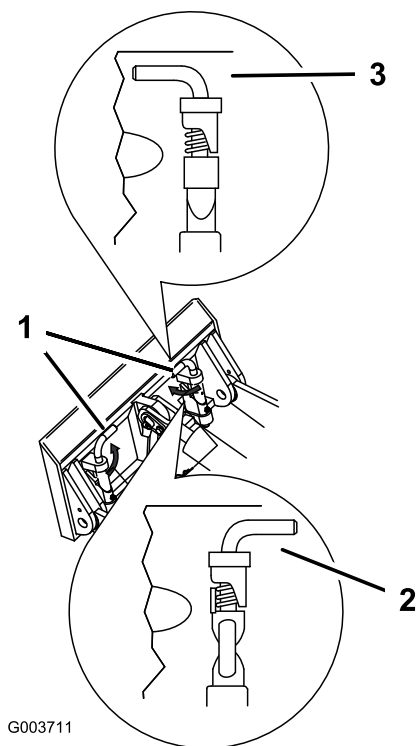

Figura 11
7. Acople los pasadores de enganche rápido, asegurándose de que están correctamente introducidos hasta el fondo en la placa de montaje (Figura 11).